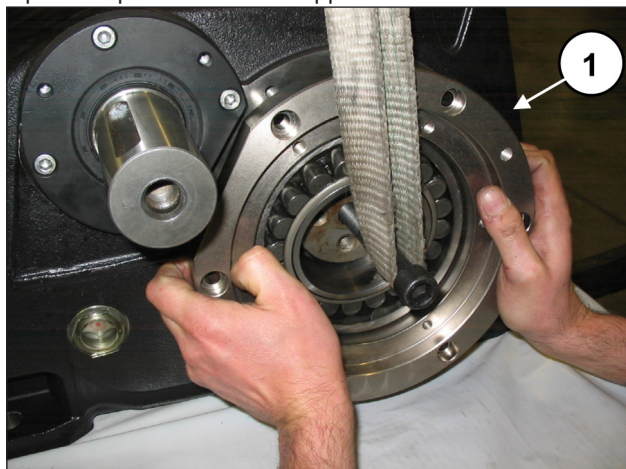
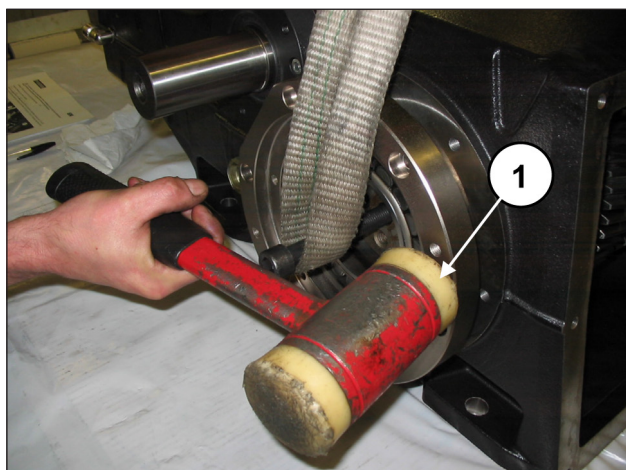

Fig. 73
Fig. 74
Applicare due perni filettati M16 all'estremità dell'albero a gomiti e, tenendolo sollevato (pos. ①, Fig. 73), inserire il coperchio portacuscinetto completo di cuscinetto e O-ring (pos. ①, Fig. 74) mediante l'utilizzo di una massa battente. Ripetere l'operazione dal lato opposto